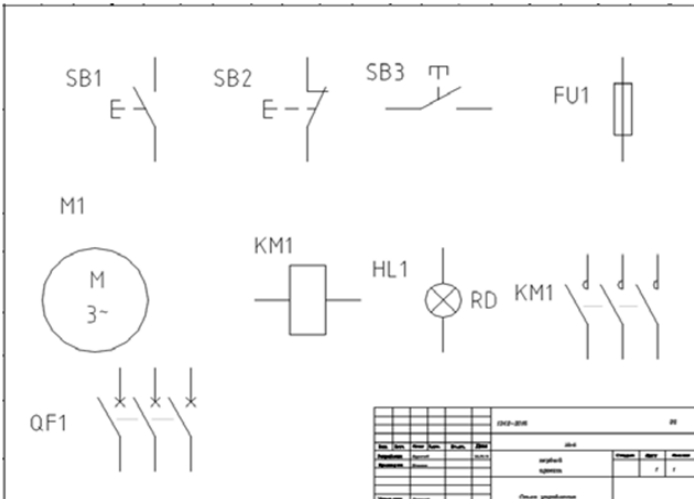

Рисунок 2.7 - Розміщення компонентів на аркуші
9. Вставте елементи електротехнічних компонентів як показано на рис. 2.7 (задайте масштаб схеми - 4), використовуючи команду **Графическое меню** вкладка **Схема** панель **Вставить компоненты**.